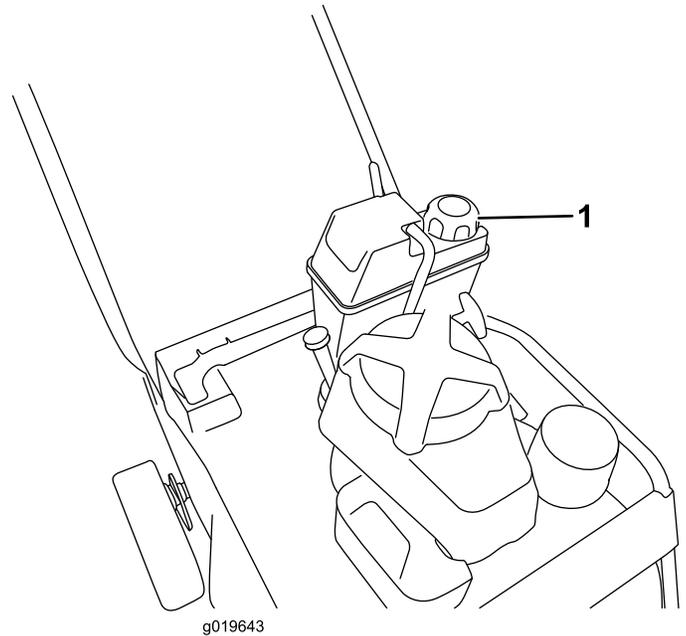

Figura 15
1. Limpe a zona em torno da tampa do depósito de combustível (Figura 15).